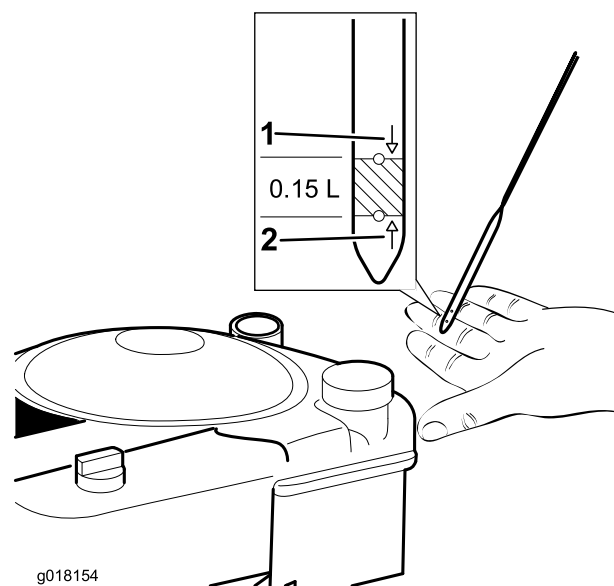

Figure 6
- Versez **lentement** l'huile dans l'orifice de remplissage, patientez 3 minutes puis vérifiez le niveau d'huile sur la jauge en essuyant cette dernière sur un chiffon propre et en l'insérant à fond dans le tube (Figure 6).
- Versez de l'huile dans le carter moteur jusqu'à ce que la jauge indique le niveau correct, comme illustré à la Figure 6. Si vous remplissez excessivement le carter moteur, vidangez l'excédent d'huile comme expliqué en Vidange et remplacement de l'huile moteur (page 14).
- Retirez la jauge (Figure 6).